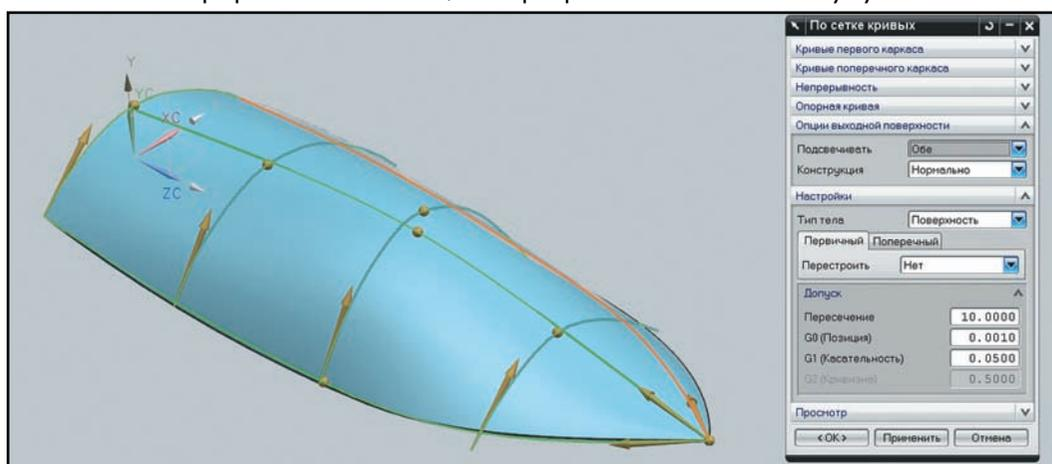

Рисунок 3.16 Редактирования допуска построения поверхности
- В диалоговом окне раскройте блок **Настройки (Settings)** и увеличьте допуск на **Пересечение (Intersection)** до 10. Поверхность будет построена, так как теперь максимальное расстояние между наборами кривых двух групп находится в пределах допуска (рис. 3.16). При этом у вас есть возможность определить, где будет лежать результирующая поверхность. Для этого раскройте блок **Опции выходной поверхности (Output Surface Options)**. По умолчанию создаваемая поверхность, в случае когда группы не пересекаются явно, расположена между наборами групп. Соответствующая опция установлена в значение **Обе (Both)**, то есть обе группы кривых определяют положение поверхности. Переключая эту опцию, вы можете указать, что поверхность также может лежать на наборах кривых первичной группы или на наборах кривых поперечной группы.